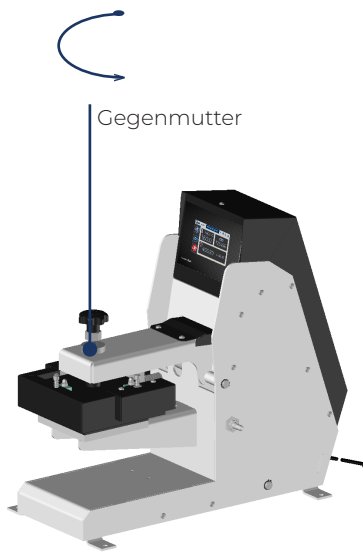

Abbildung 1
1. Wie in Abbildung 1 gezeigt, die Gegenmutter lösen.